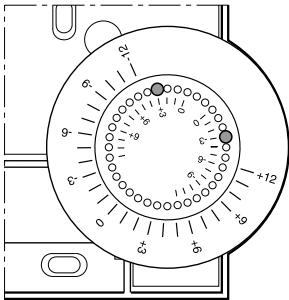

Figure 6: Limiter la plage de réglage
- Déplacez les deux petites goupilles pour limiter la plage de réglage (voir Figure 6). Pour cela, aidez-vous de l'échelle intérieure: à la Figure 6, les goupilles sont réglées de façon à ce que la molette de réglage ne puisse être réglée que de  $\pm 3\text{ }^{\circ}\text{C}$  autour du point d'origine.